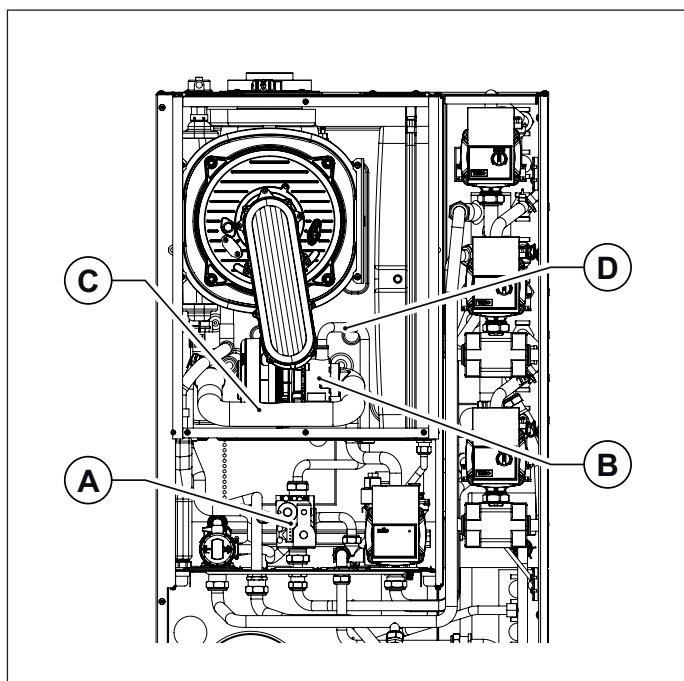

Fig. 28 Marmitta di aspirazione
- Rimuovere la marmitta di aspirazione, avendo cura di svitare prima la vite che la fissa al miscelatore (vedi Fig. 28 Marmitta di aspirazione).
- Scollegare il tubo gas dal miscelatore (vedi Fig. 28 Marmitta di aspirazione).